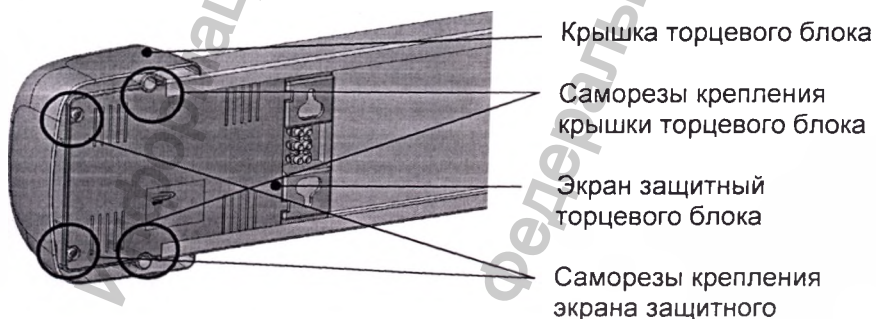

Рис.3
- Снять экран защитный торцевого блока, в котором находится вышедший из строя ПРА, предварительно открутив саморезы крепления экрана (рис.3).
- Установить экран защитный, закрепив саморезами (рис.3).